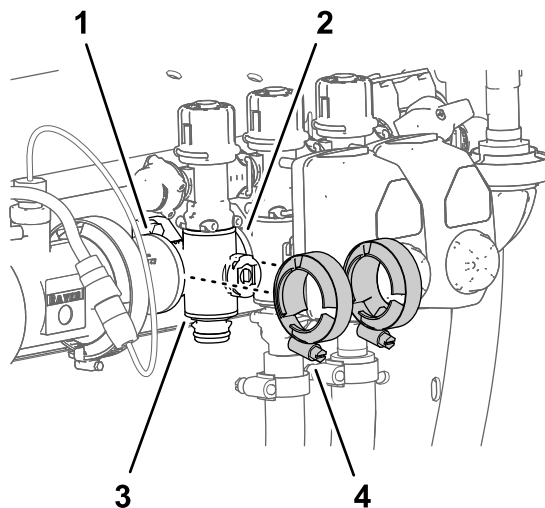

Bild 119
4. Befestigen Sie die Flanschklemmen, die Sie in Entfernen des Abschnittverteilterventils \(Seite 86\) entfernt haben, lose an den Flanschen des Abschnittventilverteilers und an den Flanschen der anderen Abschnittventile und/oder am Kupplungsadapter (Bild 119).
7. Ziehen Sie die zwei Flanschklemmen mit der Hand an (Bild 119).